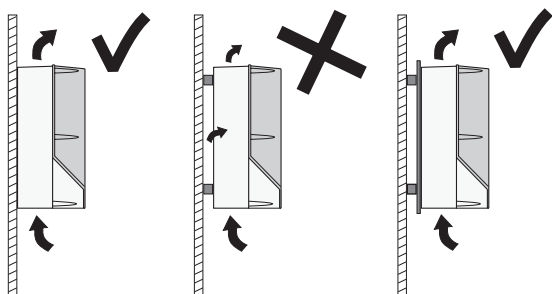

Рис. 126 Вешайте CUE непосредственно на стену или устанавливайте на крепежную пластину с проставками
- Вешайте корпус CUE непосредственно на стену или устанавливайте на проставки, но с применением крепежной пластины для обеспечения поступления достаточного количества воздуха для охлаждения. См. рис. 126.
ΔT - разность между температурой охлаждающего воздуха на выходе и на входе (температурой окружающей среды). См. рис. 126.